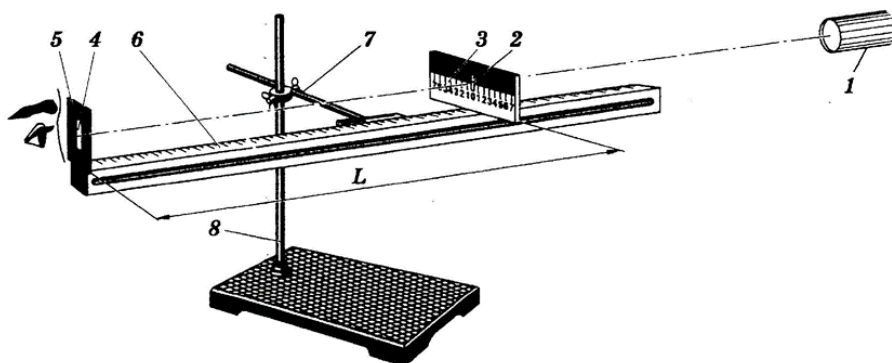

Рис. 3
1. Соберите экспериментальную установку (рис. 3)